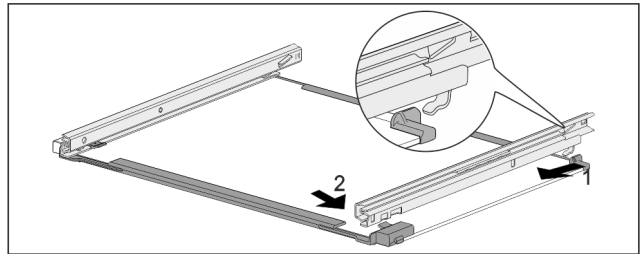

Fig. 181 Glassplate med skinner
- ▶ Hekt inn skinne bak. Fig. 181 (1)
- ▶ Hekt inn skinne foran. Fig. 181 (2)